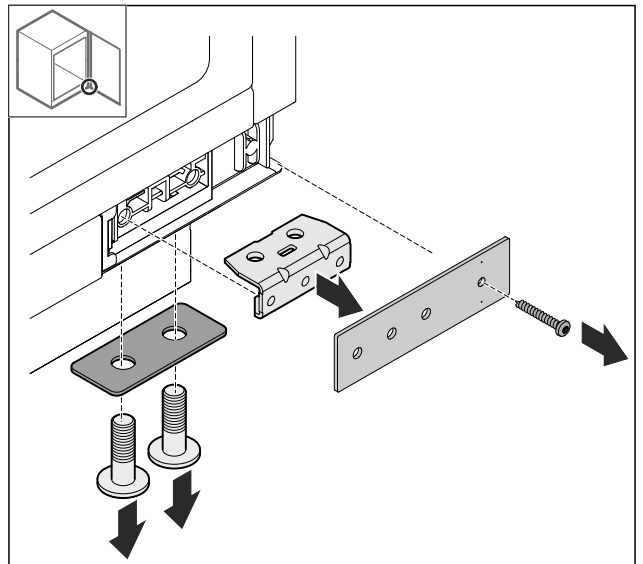

Fig. 40
- Winkel Fig. 40 (2) demontieren.